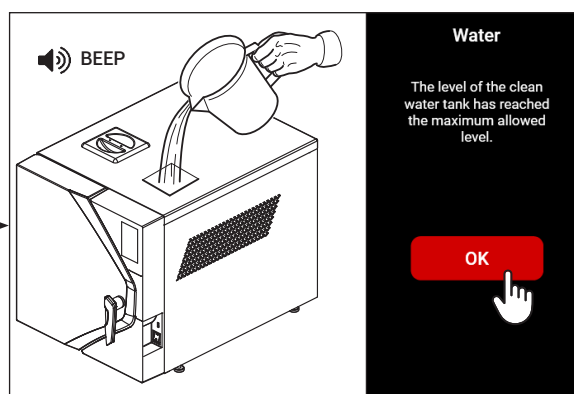

fig.14
- Ta bort tanklocket och fyll den demineraliserade vattentanken till maxnivå. När tanken är full signalerar enheten detta med ett meddelande på displayen och en ljudsignal (fig.14).